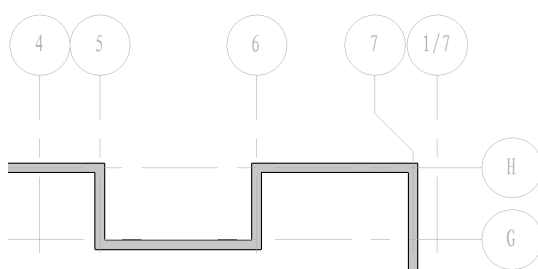

图 3-24
- 3) 单击工具栏“修剪”命令  修剪，移动光标到 H 轴与 5 轴左边的墙上单击，再移动光标到 5 轴的墙上单击，这样右侧多余的墙被修剪掉。同理，H 轴与 6 轴右边的墙也用此方法修剪，结果如图 3-24 所示。